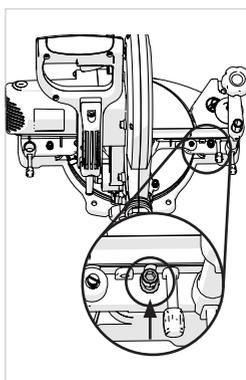

Afb. 11
- Gebruik een zeshoekige sleutel om de afstelschroef naar binnen en naar buiten te draaien, zoals vereist. **(Afb. 11)**